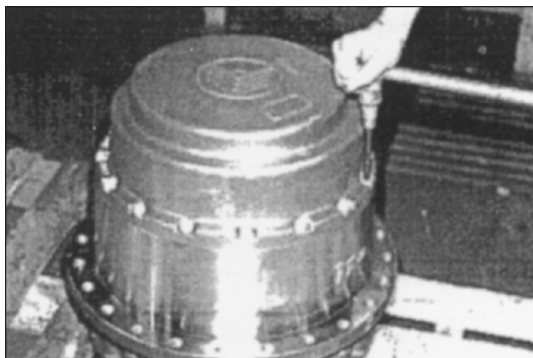

Рис. 77
15. Снимите 16 болтов с внутренним шестигранником (M14 x 40). Рис. 77.